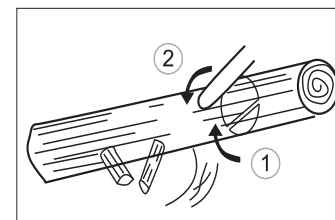

Рис. 21
2. В случая когато дънерът лежи върху опори с един край, отначало направете срез отдолу до 1/3 на диаметър на дънера за да избегнете разделяне. После завършете срез отгоре така, че той да съвпадне с първи срез, като избягате заклъняване (рис. 21).